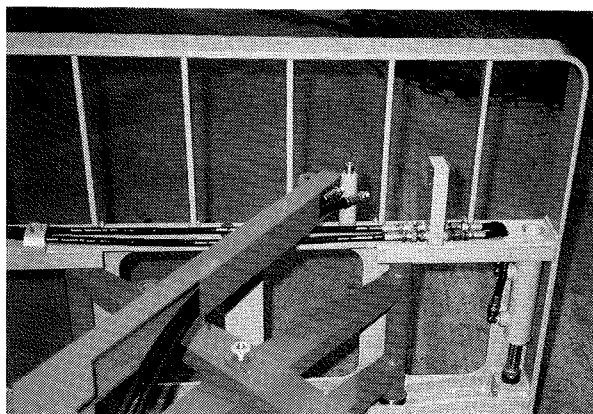

図1
2. グリッパーシリンダーの油圧ホースを中継スタンドより外す。(図1)